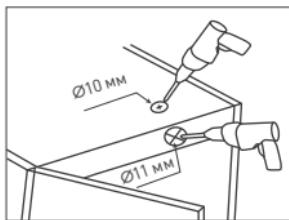

Рисунок 2. Установка датчика SR-PRIME DOOR/HAND
- ↗ Датчик DOOR должен быть смонтирован т. о., чтобы дверь в закрытом положении находилась на расстоянии до 10 см от лицевой стороны датчика (рис. 2). Свет будет включаться при открывании двери и выключаться при ее закрывании. Для лучшего отражения ИК-сигнала от черных поверхностей наклейте на дверь небольшой отражающий элемент.